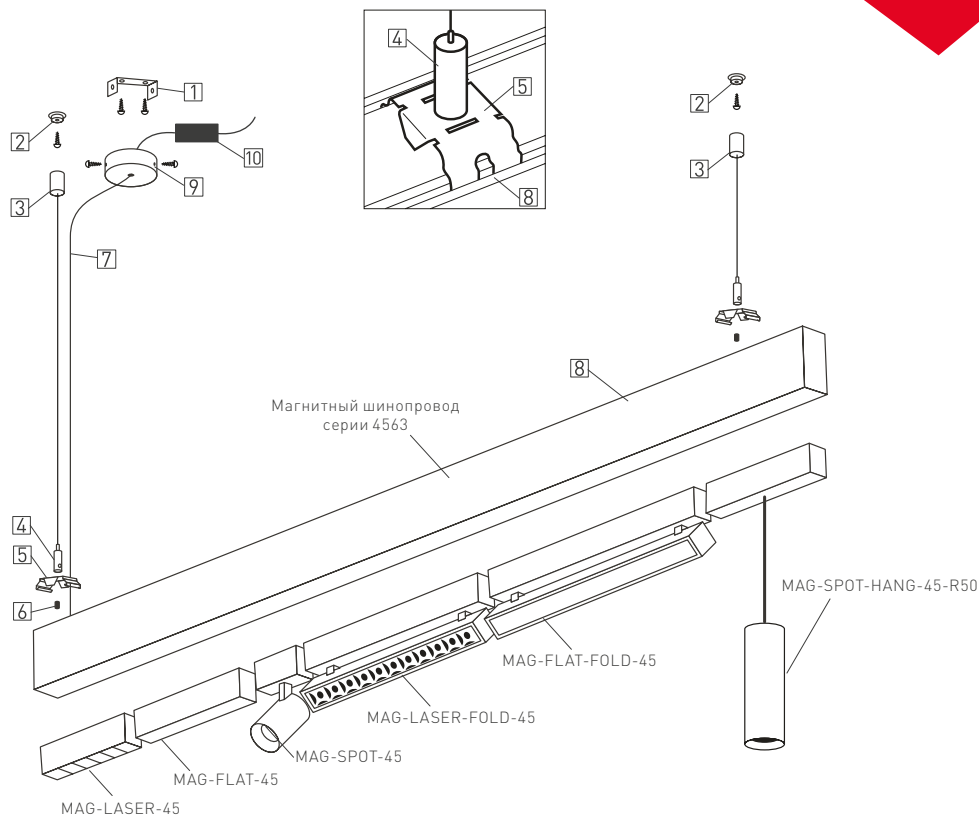

Рис. 3. Установка шинопровода на подвес
- 3.6. Закрепите на монтажной поверхности резьбовые втулки [2] из комплекта «Подвес MAG-HANG-45» и наверните на них ответные части с продетым в них тросом [3] (здесь и далее см. рисунок 3).